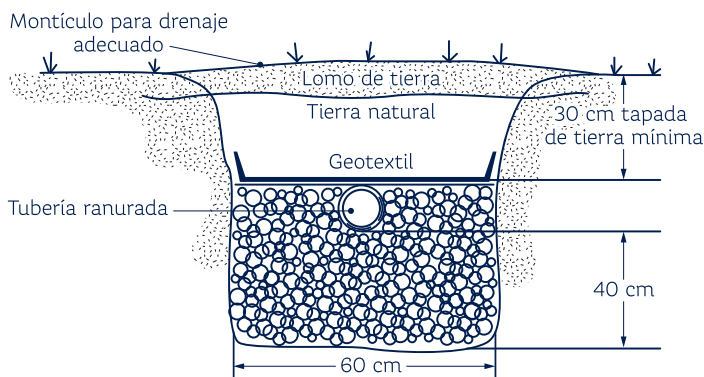

Figura 1
- B** Cavar las zanjas, quitar los restos de tierra suelta, nivelar, luego rastrillar el fondo y las paredes para que el suelo tenga una mayor absorción. (Figura 1)